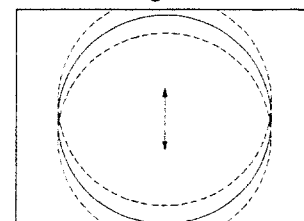

Fig. 2
- d) Ajuster l'image pour la centrer (fig. 2).